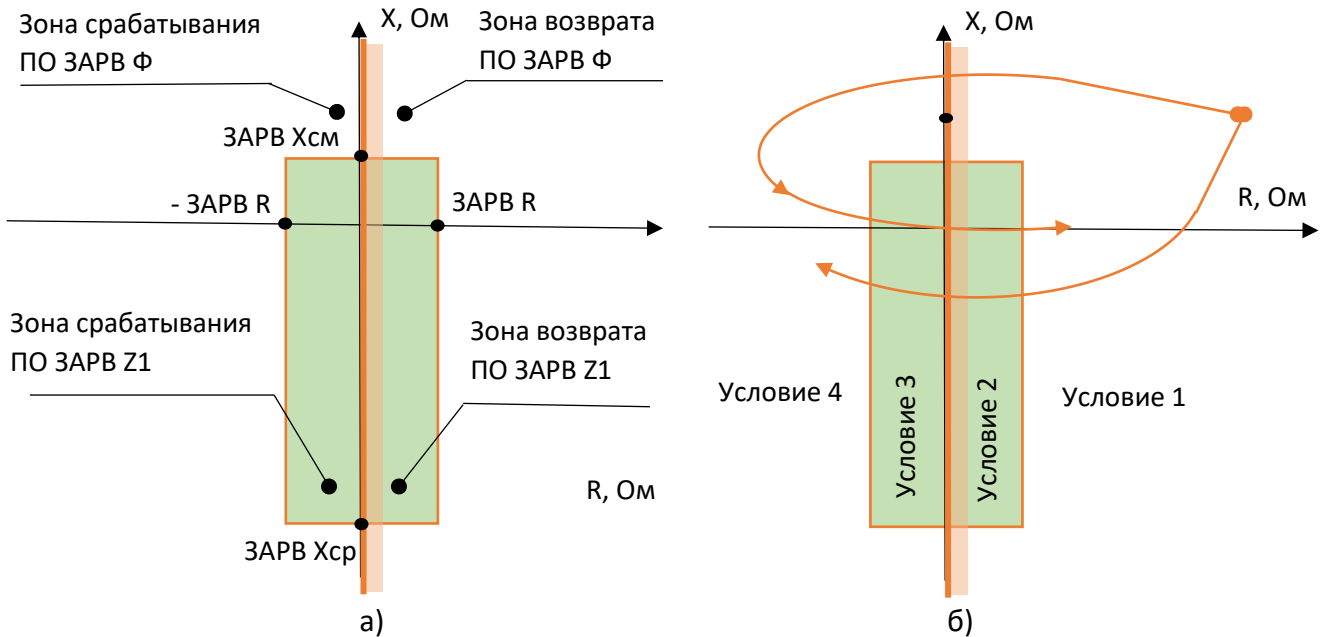

Рисунок 3.23 Характеристика срабатывания ЗАРВ (а) и годограф сопротивления при асинхронном ходе (б)
3.19.3 Провороты фиксируются косвенным способом при помощи пусковых органов сопротивления и направления активной мощности (рисунок 3.23).